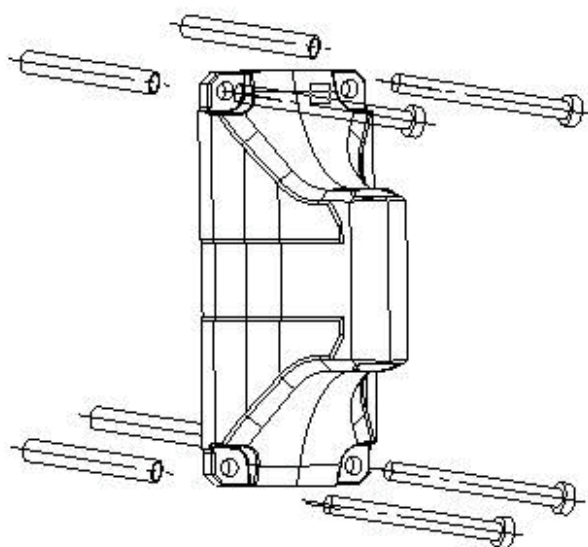

Fig.1
4. Fissare la staffa con le quattro viti autofilettanti (Fig.1).